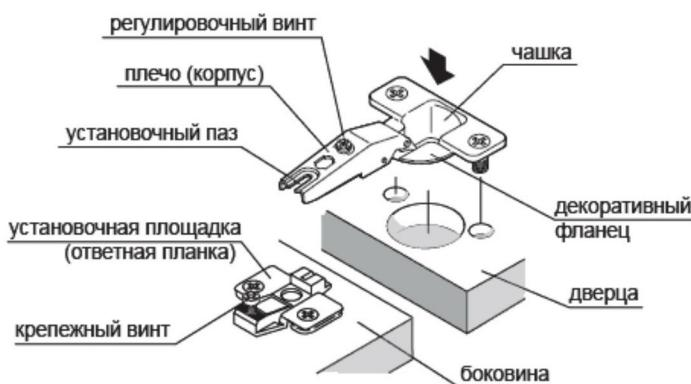

Рис.10
- 16) Мягкую панель (23) закрепляем винтами (у), вкручивая их сквозь отверстия в панели (9) в усовые гайки, закрепленные в мягкой панели.
- 17) Сиденье мягкое (22) крепим с помощью саморезов 4x30 (м) сквозь отверстия в основании сиденья (4).
- 21) Отрегулируйте двери (рис. 10). Обратите внимание, что двери без ручек, поэтому отрегулировать их нужно таким образом, чтобы был небольшой свес (7-8мм), за который их удобно будет открывать.